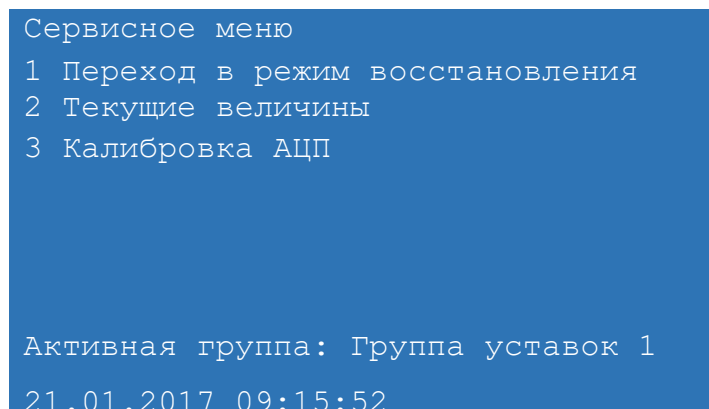

Рисунок 39
13.2.1 Выполнить восстановление или произвести откат на предыдущую (заводскую) версию ПО терминала при возникновении нештатных ситуаций может пользователь с соответствующими правами доступа в режиме «Восстановление ПО». Переход в режим «Восстановление ПО» производится через пункт меню **Сервисное меню** → **Переход в режим восстановления** (рисунок 39). Для перехода в режим «Восстановления ПО» необходимо выбрать соответствующий пункт меню и перезагрузить терминал.
14.2.1 В режиме «Восстановление ПО» пользователь с ролью «Администратор» может выполнить восстановление или произвести откат на предыдущую (заводскую версию) ПО терминала. Переход в режим «Восстановление ПО» производится через пункт меню **Сервисное меню** → **Переход в режим восстановления** (рисунок 39). Для перехода в ре-